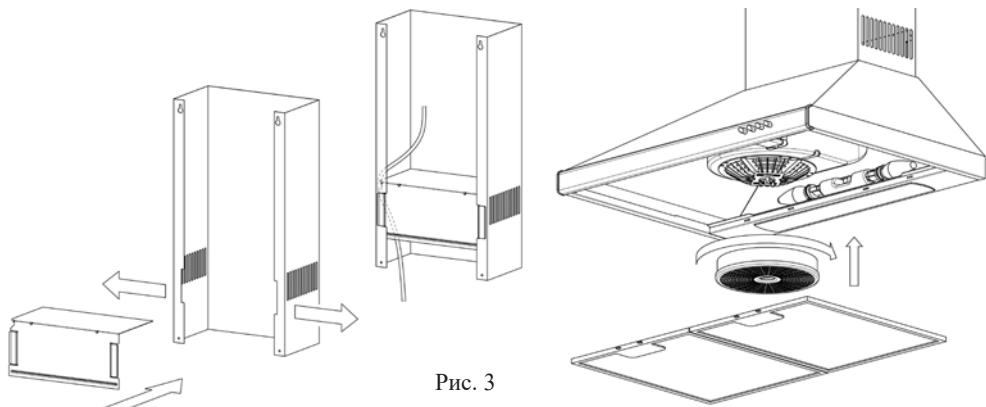

Рис. 3
**ВНИМАНИЕ!** МИНИМАЛЬНОЕ РАССТОЯНИЕ МЕЖДУ ПЛОСКОСТЬЮ УСТАНОВКИ ПОСУДЫ НА ПЛИТУ (НАГРЕВАТЕЛЬНОЙ ПОВЕРХНОСТЬЮ) И ВОЗДУХООЧИСТИТЕЛЕМ ДОЛЖНО БЫТЬ 75 см. ВОЗДУХООЧИСТИТЕЛЬ КРЕПИТЬ НА РОВНУЮ ПОВЕРХНОСТЬ (рис. 3).
**ДЛЯ РАБОТЫ В РЕЦИРКУЛЯЦИОННОМ РЕЖИМЕ** установите заслонку в трубу нижнюю так, чтобы сетевой шнур проходил через подогнутый уголок заслонки. При установке разведите в стороны боковые плоскости нижней декоративной трубы и поочередно вставьте проушины заслонки в пазы на задних полках (рис. 3). Для установки фильтра угольного кассетного, оденьте его на фиксирующие элементы в центре вентилятора и поверните по часовой стрелке до упора (рис. 3). Демонтаж производится в обратном порядке.